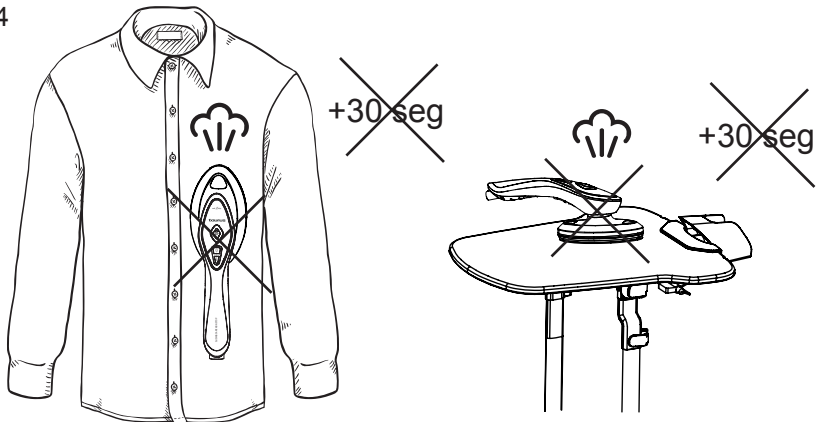

Fig.15
- Ranura de inserción de la percha (Fig 15)